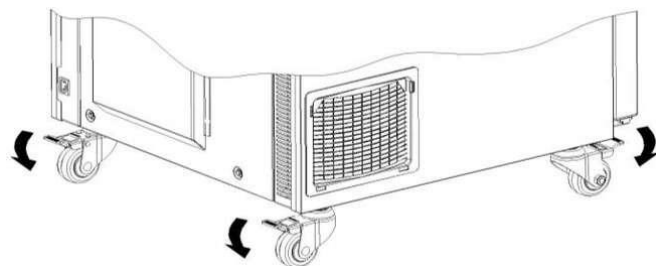

Abb. 5
- Die Feststellvorrichtungen der beiden vorderen Rollen müssen aktiviert werden, wenn das Produkt aufgestellt ist (siehe Abb. 5).